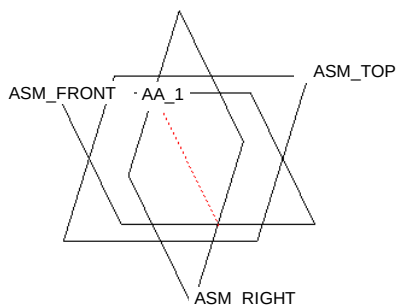

图 9.6.1 创建基准轴 AA_1
Step2. 选取基准平面 ASM_RIGHT，定义为穿过；按住 Ctrl 键，选取 ASM_FRONT 基准平面，定义为穿过；单击对话框中的  按钮，得到图 9.6.1 所示的基准轴 AA_1。